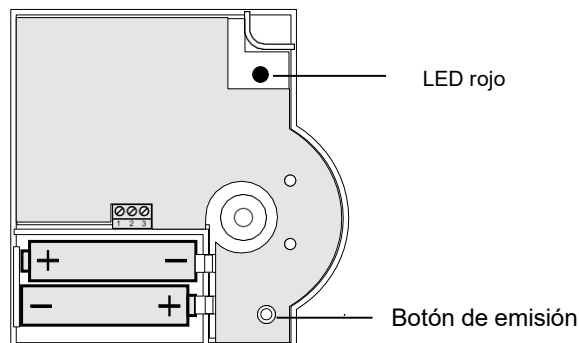

Figura 2: Polaridad de las pilas y el botón de emisión
- ▶ Ponga las pilas Mignon incluidas con la polaridad correcta (véase Figura 2).
- Active la sincronización durante 4 min, pulsando el botón de emisión del sensor de temperatura ambiente (véase Figura 2, botón de emisión).